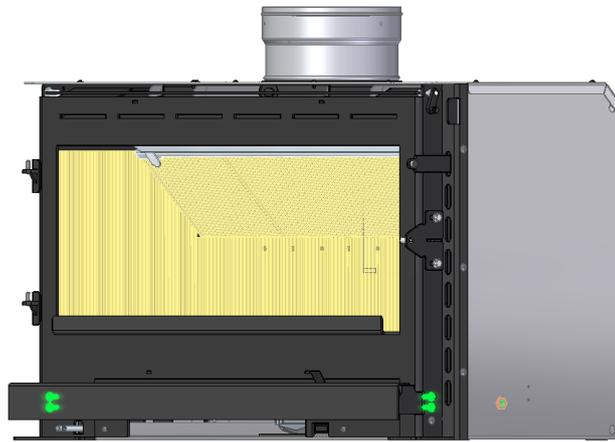

**Figure 9 - Ensemble du support supérieur - PA1090G053**
8. Pour appliquer les supports supérieurs, avant de les fixer au mur, vous devez les fixer à l'extérieur selon la mesure indiquée sur la Figure 9. La mesure "Y" est la distance que le support aura par rapport au mur de fixation, cette mesure doit être prise à l'endroit à installer afin de serrer ultérieurement le jeu de fixation.